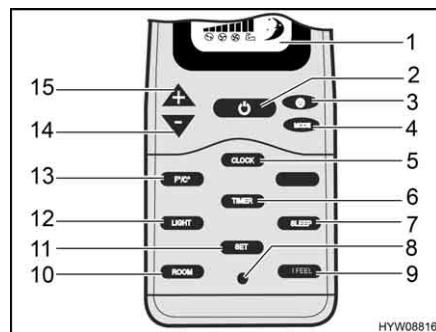
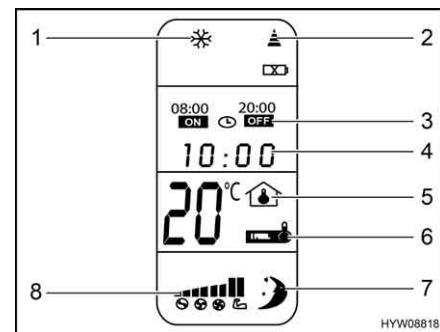

Fig. 63 Telecomando
Fig. 64 Display digitale
- Se l'impianto di climatizzazione è in modalità standby: Premere il tasto On/Off (Fig. 63,2) sul telecomando.
- Premere il tasto On/Off (Fig. 63,2) sul telecomando. L'impianto di climatizzazione passa in modalità standby.
■ Premere il tasto invio (Fig. 63,11) sull'unità a soffitto. Le impostazioni vengono trasmesse tutte insieme all'impianto di climatizzazione e la ricezione è confermata dall'emissione di un segnale acustico.
**Impostazione dell'ora:** ■ Premere il tasto ora (Fig. 63,5) finché l'indicazione dell'ora (Fig. 64,4) lampeggi.
■ Impostare l'ora attuale con i tasti "+" (Fig. 63,15) e "-" (Fig. 63,14).